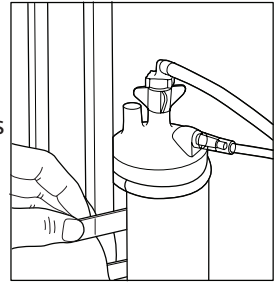

Abbildung 4
8. Bringen Sie die Luftbefeuchter-Zubehörtasche am Rollwagen an (siehe Abbildung 4).